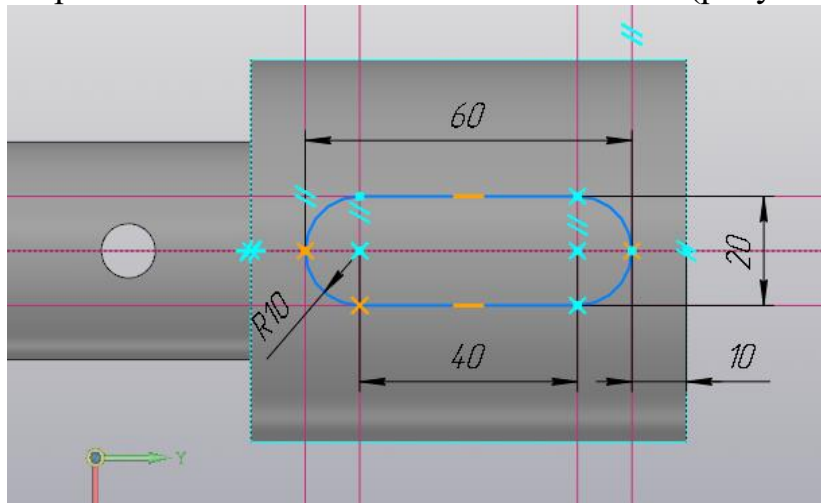

Рисунок 100.
12. По размерам выполняем эскиз шпоночного паза (рисунок 100).